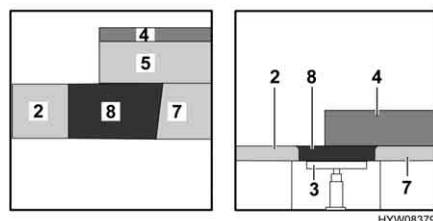

Fig. 44 Dopo la trasformazione
- Posizionare il cuscino aggiuntivo (Fig. 44,8) sul tavolo.